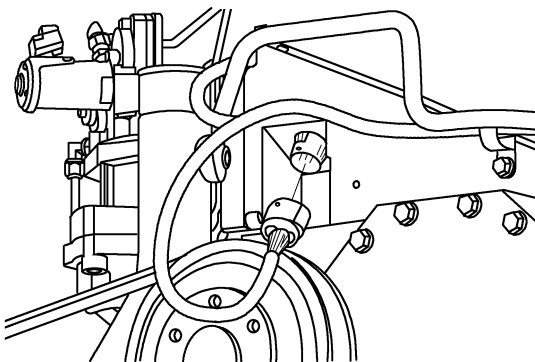
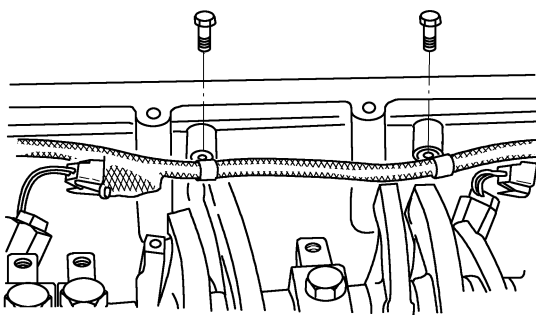

图 5-12 清洁插头孔,润滑密封圈
图 5-13 安装固定执行器线束的5颗压紧螺栓
② 清洁摇臂室壳体中的插头孔(图5-12),用Lubriplate™润滑剂涂在外部密封圈上,以便组装。
(3) 安装
① 将内部执行器线束插头从摇臂室壳体中推入,使锁片锁入到锁止位置,将执行器内外插头连接好。
② 将执行器线束逐个连接到6个喷油器电磁阀上,并将发动机制动线束连接到内部执行器线束和发动机制动电磁阀上。
③ 如果配备了12针Metri-Pack带键插头,对准插头后拧紧螺栓。使用专用Torx®螺钉旋具安装锁紧螺栓,拧紧力矩为 $1\text{N} \cdot \text{m}$ 。
④ 安装固定内部执行器线束的5颗压紧螺栓(拧紧力矩为 $20\text{N} \cdot \text{m}$),如图5-13所示。